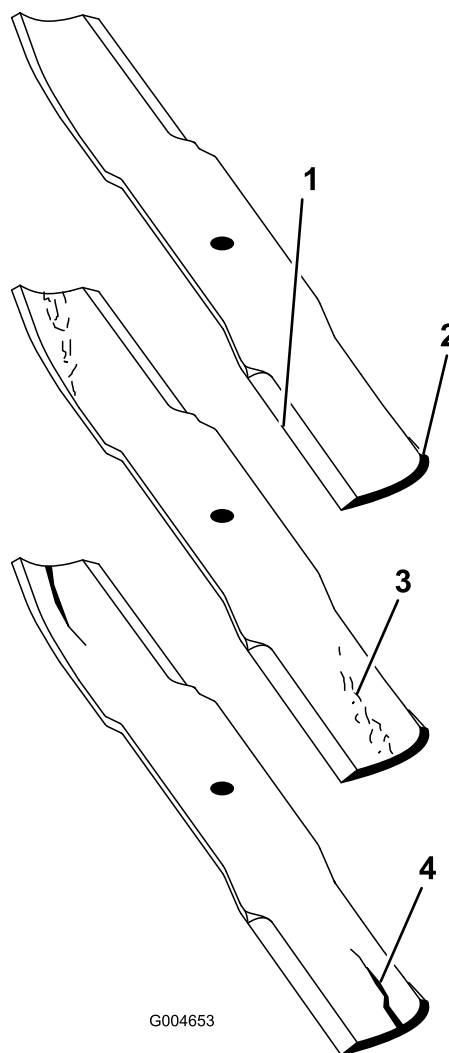

Figure 73
1. Examinez le tranchant des lames (Figure 73). Si les lames sont émoussées ou présentent des indentations, déposez-les et affûtez-les. Voir Affûtage des lames (page 41).
2. Inspectez les lames, en particulier l'ailette (Figure 73). Remplacez immédiatement toute lame endommagée, usée ou qui présente une entaille (Figure 73).